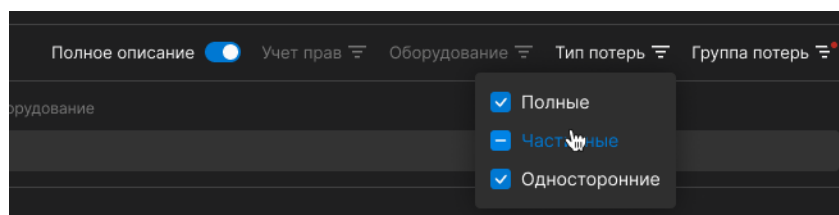

Рисунок 5.95 Фильтр в результатах расчета по типу потерь
- типу потерь (Рисунок 5.95). Настойка фильтра сохраняется и передается при входе в следующую сессию;